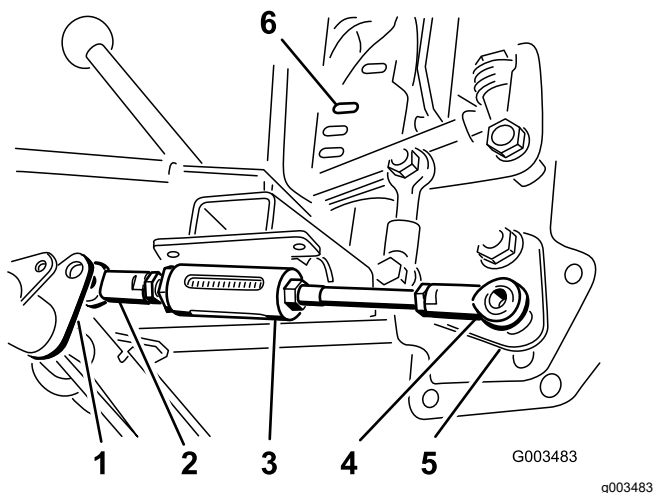

图 7
1. 将可调杆总成短端的球窝接头放置在枢轴管上可调杆的右侧图 7。
3. 将球窝接头放置在可调杆总成长端升降手柄总成底部的螺柱上并用锁紧螺母 ½ 英寸松散地固定图 7。